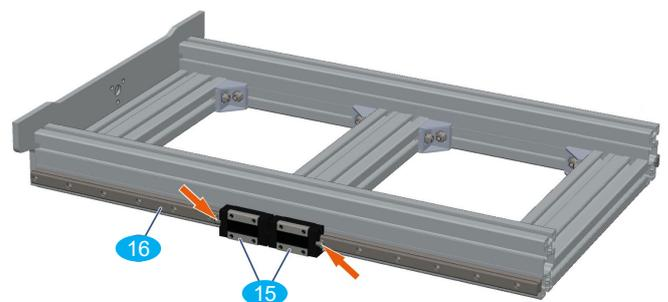

Bild 12: Schmiernippel der Laufwagen zeigen nach außen
- Vor dem Ausrichten der X-Achse (Bild 12) ist zu prüfen, dass die folgenden Schraubverbindungen noch nicht fest, sondern nur leicht gegengezogen sind: